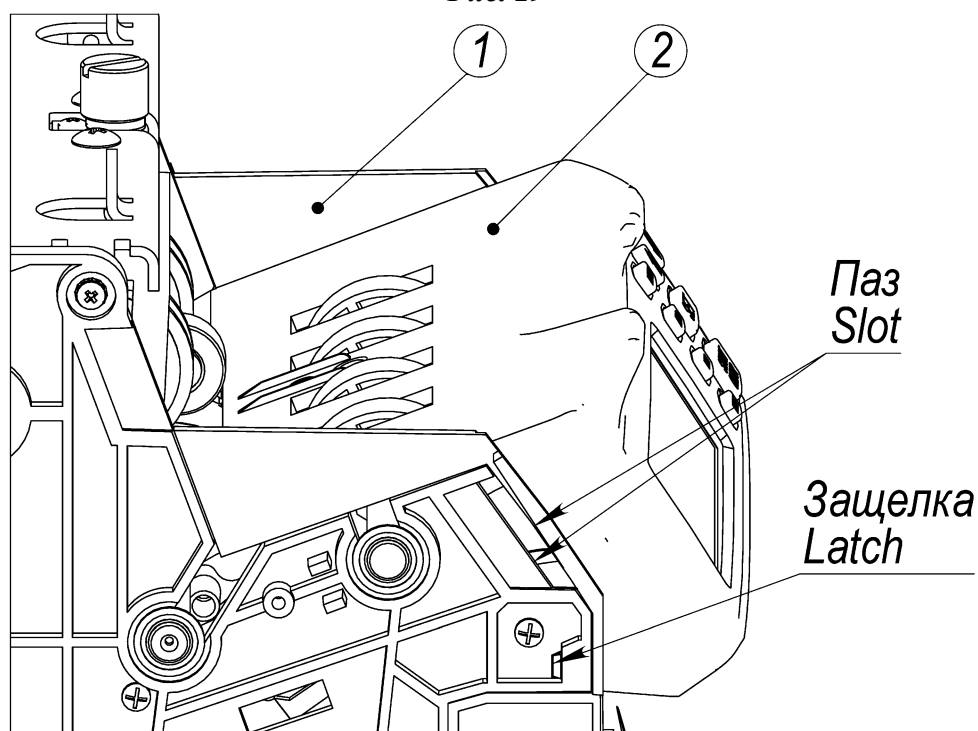

Рис. 20
8.4.2 Установку узла кармана подающего производить в обратной последовательности, при этом защелки узла (2) должны быть установлены (до щелчка) в пазы каркаса (1). Кабель узла (2) пропустить в образовавшийся зазор (см. Рис. 20).